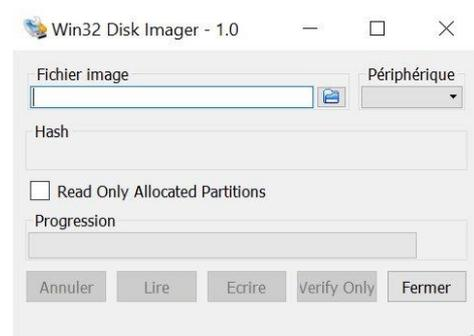

Figure III-3
L'ouverture du logiciel provoque l'affichage de la fenêtre de la figure III-3 ci-contre.
- Ouvrir le logiciel utilitaire **Win32DiskImager** installé précédemment afin de retrouver la fenêtre d'accueil de la figure III-3
- Sélectionner, dans le cadre « Périphérique » (A) le lecteur de la carte micro SD 32 Go